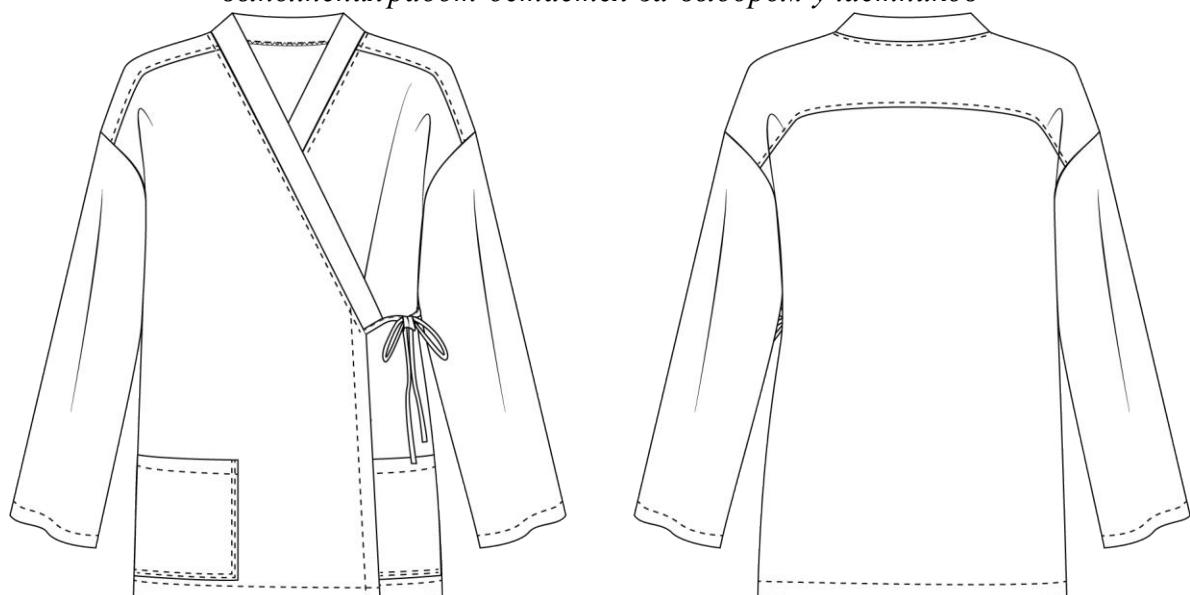

Рисунок 3 – Технический рисунок женской блузы.
### **Технологическая последовательность изготовления блузы (рисунок 3).**
**Спецификация основных и прокладочных деталей кроя женской блузы (рисунок 3).**